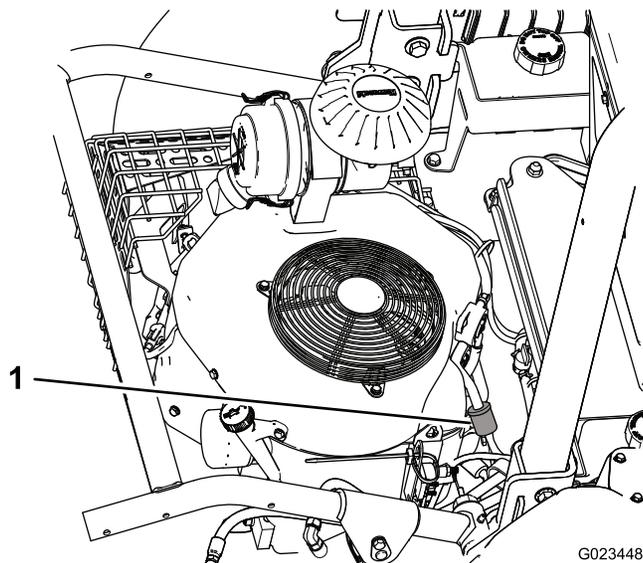
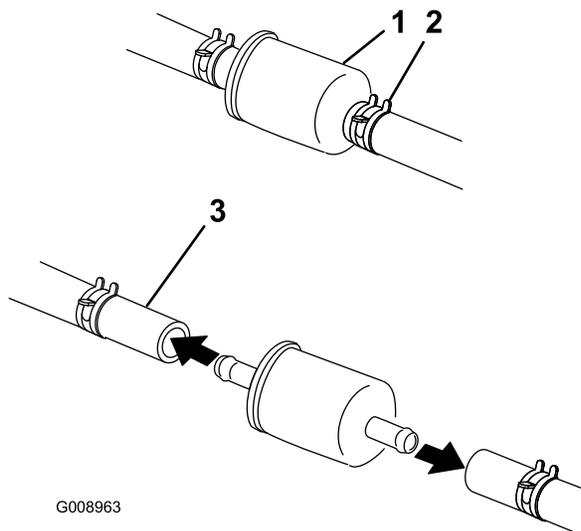

图48
图49
1. 拧松过滤器化油器侧的软管夹，从过滤器上取下燃油管线 (图48 和 图49)。